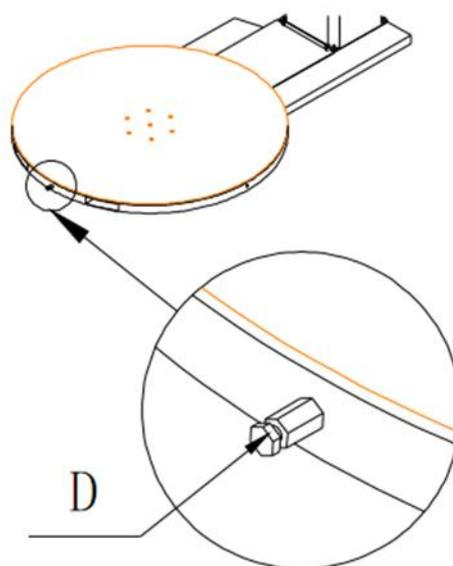

Рис. 11
3. На Рис. 11 вы можете видеть фиксирующий винт D для рампы. Если вы приобрели машину с рампой, вставьте фиксирующий винт D в отверстие под рампой и закрутите его.